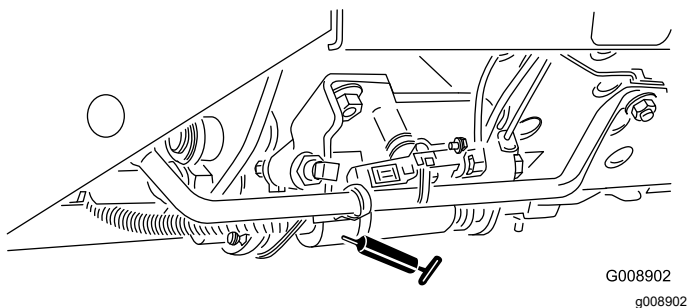

Figura 46
- Mando segar/transportar (Figura 46)